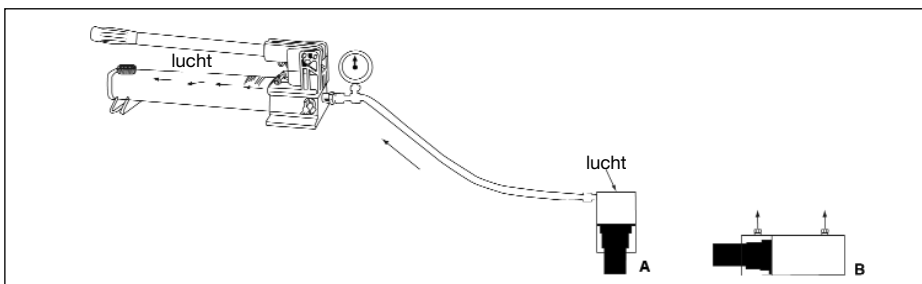

Figure 9
Het verwijderen van lucht uit het hydraulische systeem helpt de cilinder soepel uitschuiven en terugtrekken. Zie afbeelding 9.
6.1 Pomp met enkelwerkende cilinder (A)
- Plaats de cilinder met de plunjer naar beneden (omhoog bij gebruik van een trekcilinder). Zie afbeelding 9.
6.2 Pomp aangesloten op dubbelwerkende cilinder (B)
3. Zet de cilinder horizontaal met de poorten omhoog. Zie afbeelding 9.